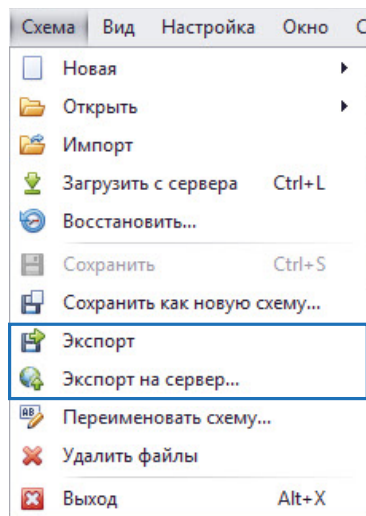
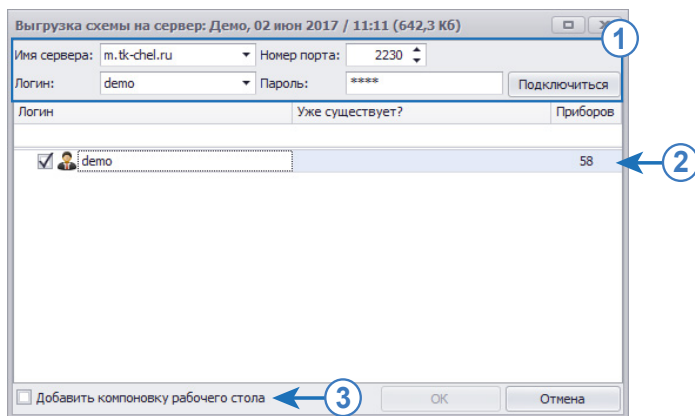
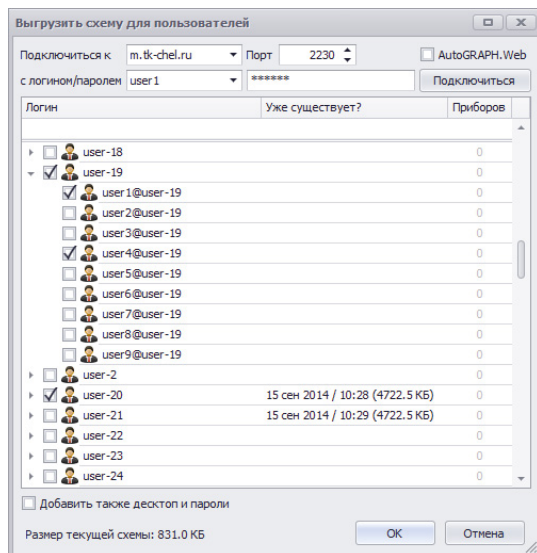

Рис.372. Экспорт схемы.
Рис.373. Меню «Выгрузить схему для пользователей».
Рис.374. Меню «Выгрузить схему для пользователей».
Для экспорта открытой схемы необходимо сохранить ее, затем выбрать Главное меню – Меню «Схема» – Экспорт \(Рис.372\). Программа предложит выбрать папку для сохранения экспортируемого файла и задать имя файла.
Для загрузки схемы на сервер необходимо выбрать *Главное меню – Меню «Схема» – Выгрузка* далее выбрать *«на сервер»* (Рис.372). Откроется меню «Выгрузить схему для пользователей» (Рис.373).
1. Ввести настройки сервера «АвтоГРАФ», на который будет экспортирована текущая схема (Рис.373, п.1):
2. Нажать кнопку «Подключиться». Программа выполнит подключение к серверу «АвтоГРАФ» и загрузит список пользователей, доступных текущему (Рис.373, п.2). По умолчанию пользователь всегда может загрузить схему в свою папку на сервере. Кроме этого пользователю доступны все дочерние пользователи, если они есть (Рис.374). Если экспортируемая схема имеется в папке пользователя на сервере, то в поле «Уже существует?» отображается дата и время последнего изменения схемы, а также размер файла.
4. Для того чтобы вместе с файлами схемы экспортировать пароль пользователей, сохраненные в схеме и пользовательские рабочие столы, необходимо разрешить настройку «Добавить также десктоп и пароли» (Рис.373, п.3).